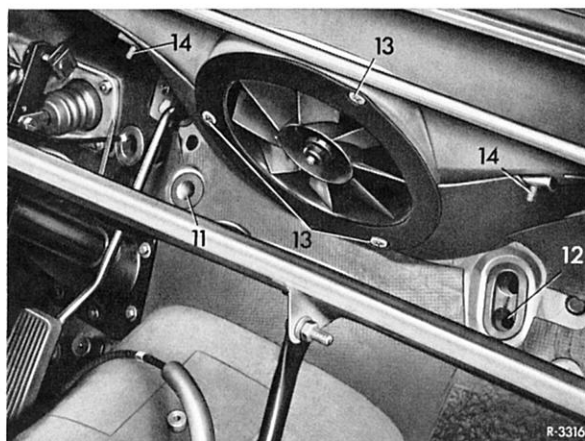

Bild 83—1/5
14 Der Einbau erfolgt in umgekehrter Reihenfolge, jedoch müssen vorher die Gummitüllen (11) und (12) etwas gefettet oder angefeuchtet werden (Bild 83—1/5).